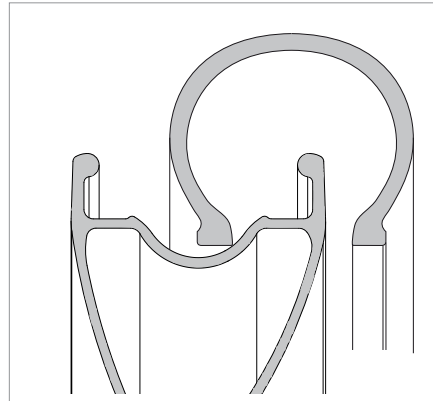

Fig.13
- Montate un tallone dello pneumatico nel canale centrale del cerchio (Fig.13).